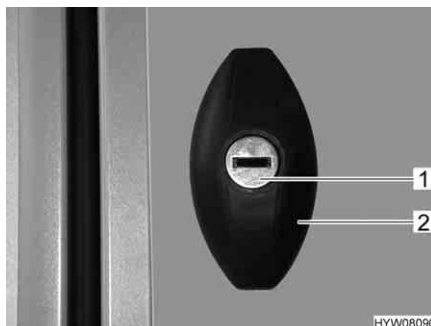

Fig. 36 Serratura dello sportello, ellittico, chiuso
- Inserire la chiave nel cilindro della serratura (Fig. 36,1) e ruotare in senso antiorario di un mezzo giro. La maniglia della serratura (Fig. 36,2) scatta all'infuori.